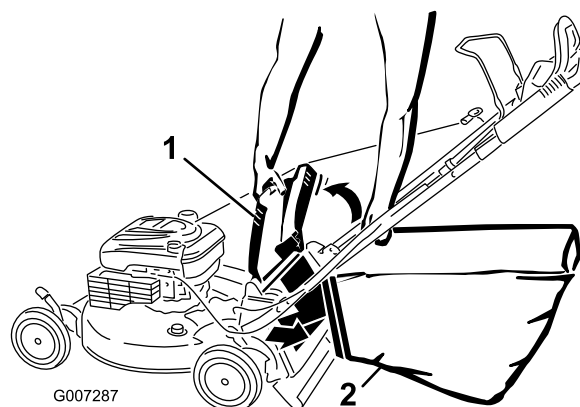

Figure 24
4. Accrochez le bord supérieur avant du bac sur les crans (Figure 24).